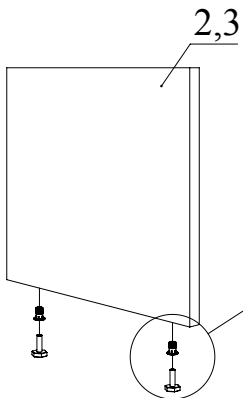

Рис.6
4. В торцы деталей 2 и 3 установите муфты забивные для опор. Вкрутите в муфты опоры регулируемые М6 (Рис. 6).